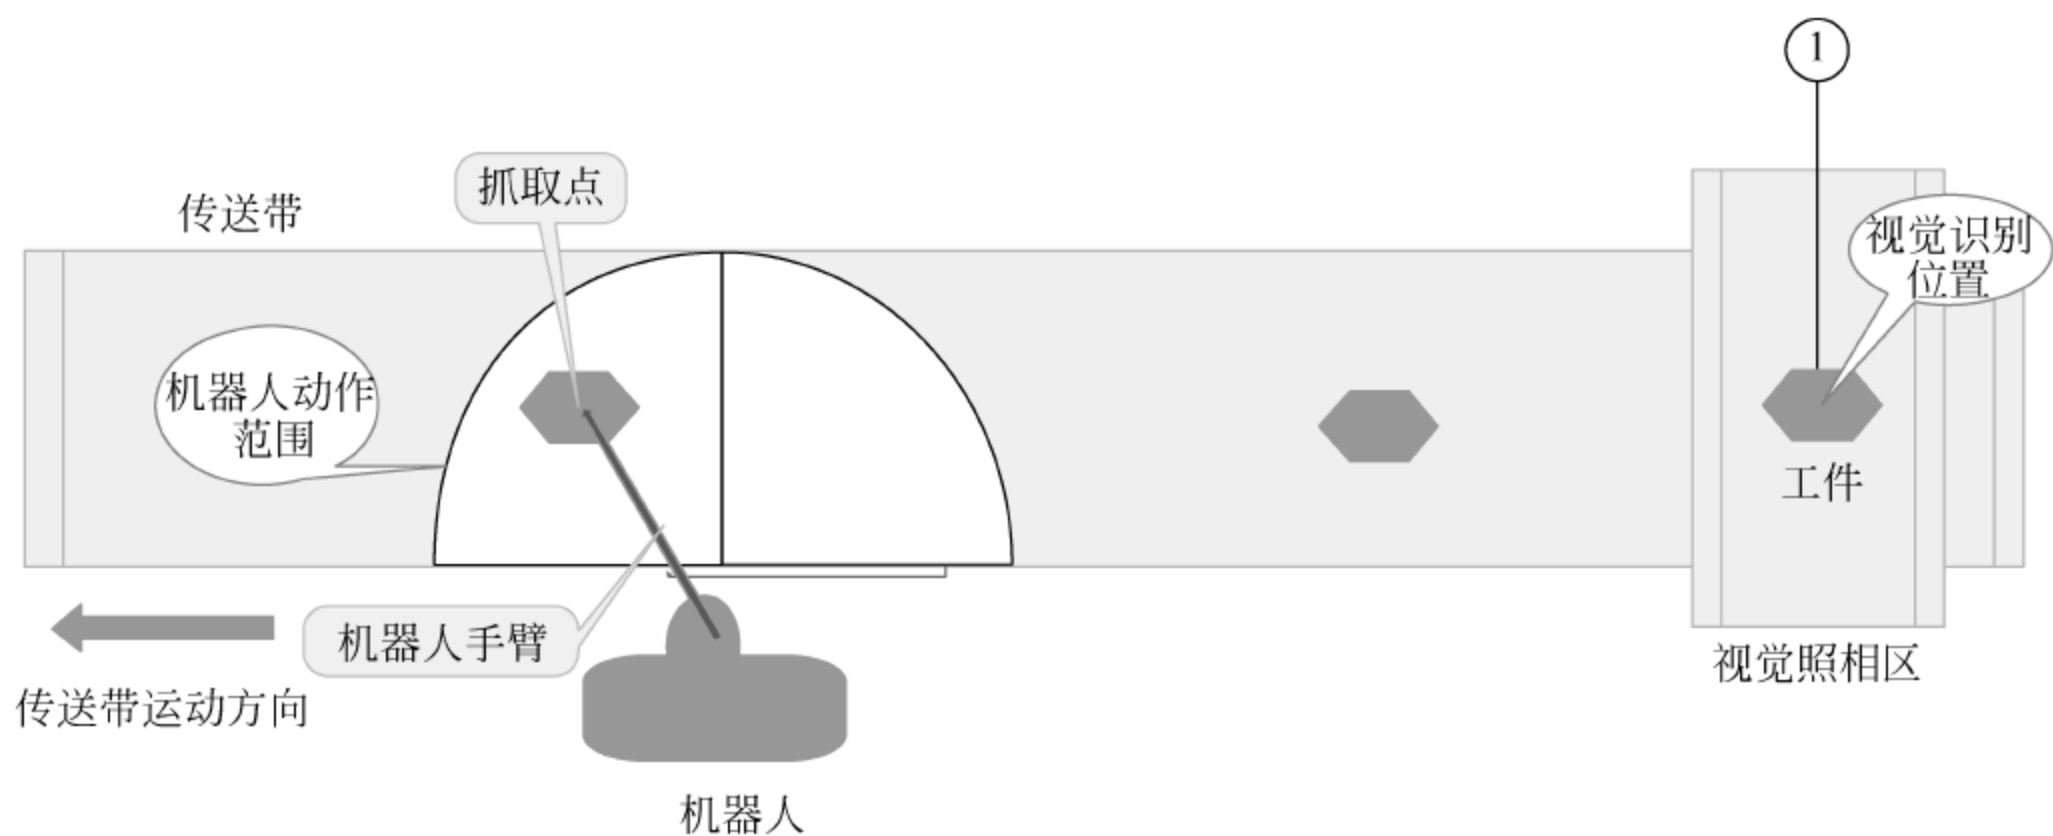
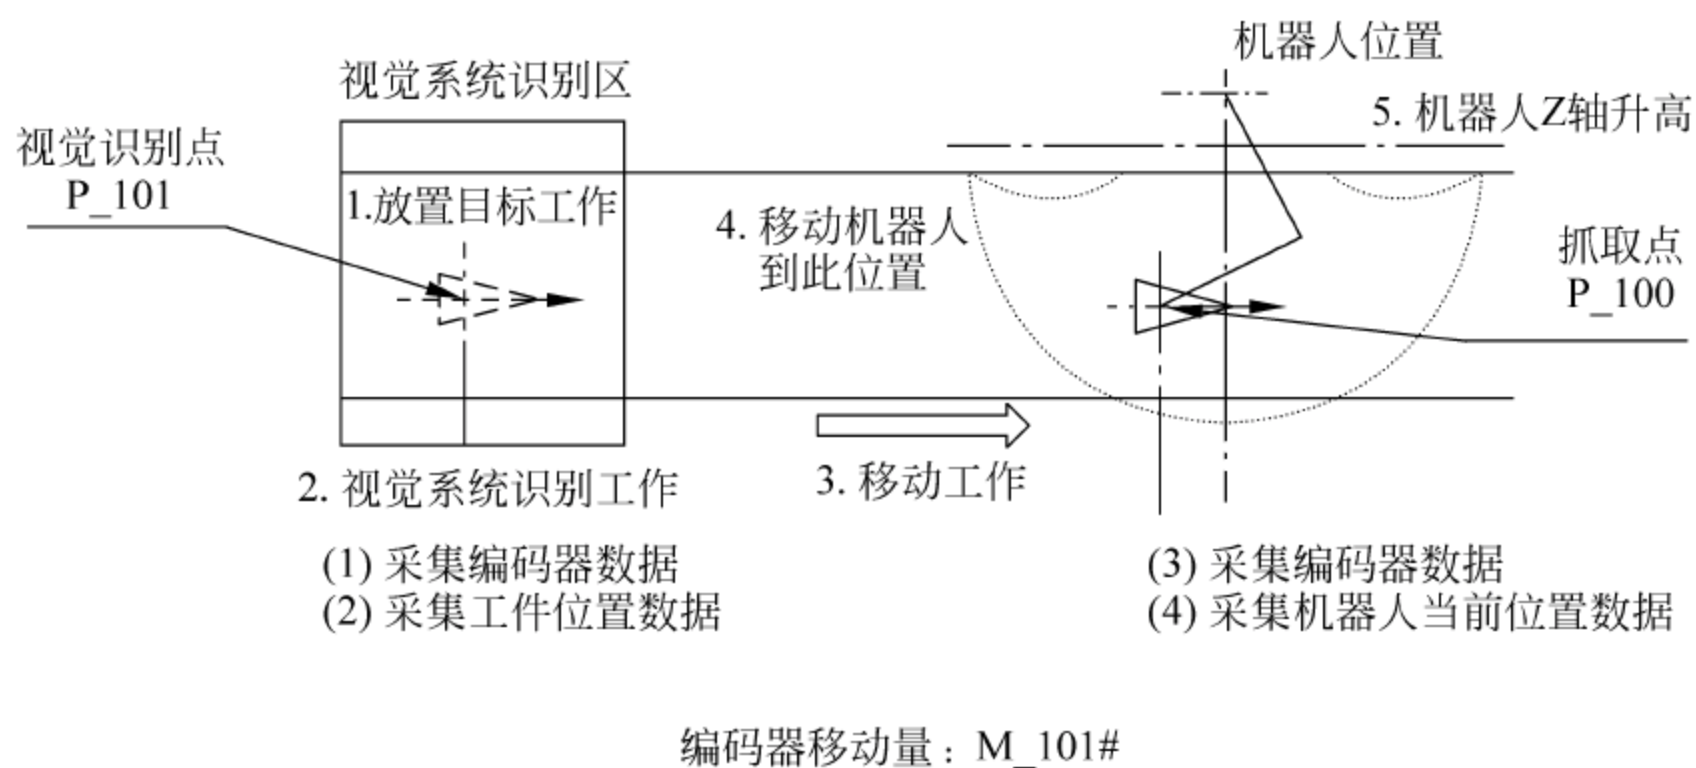

图 29-25 C 程序执行示意图
图 29-26 C 程序执行参考图
(1) 操作流程,如图 29-25 和图 29-26 所示。
- ① 在机器人上加装测针(与 A 程序相同)。
- ② 制作标记工件,选择一个工件,在工件上做出标记。
- ③ 在 RT 软件中,设置“任务区 1”中为“C 程序”。
- ④ 检查与视觉系统的通信状态,保证通信正常。启动视觉系统。
- ⑤ 启动传送带(如果是“面成像照相视觉系统”,可以在静态下拍照,则不需要启动传送带。如果是“线扫描成像系统”,则需要启动传送带)。
- ⑥ 选择机器人“自动工作”模式。
- ⑦ 启动 C 程序(可使用 TB 单元)。